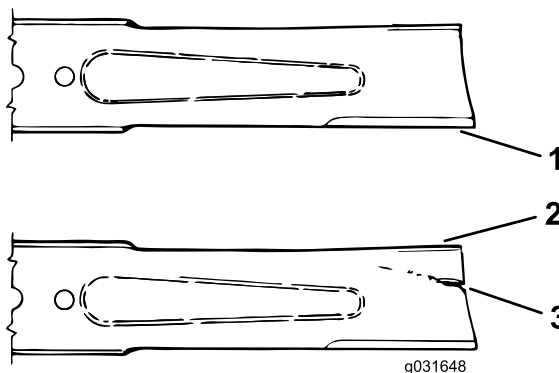

Figura 73
3. Examine cuidadosamente as extremidades da lâmina, prestando especial atenção à zona onde se encontram as partes curvas e planas da lâmina (Figura 73).